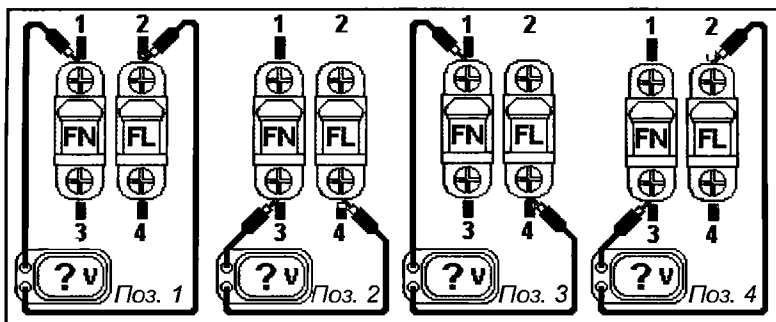

Рис. 54.23.
Пусть надо проверить 2 предохранителя, установленных на нулевом проводе (FN) и на фазе (FL) так, как показано на схеме (рис. 54.23). Питание подходит по нулевому проводу (1) и фазе (2). Выход на щит с электрооборудованием производится с точек 3 и 4.